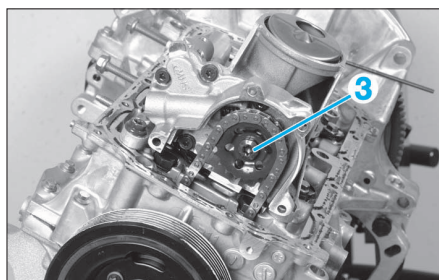

FIG. 44
- Tout en bloquant l'axe du vilebrequin, déposer la vis (3) du pignon de pompe à huile (Fig.44).